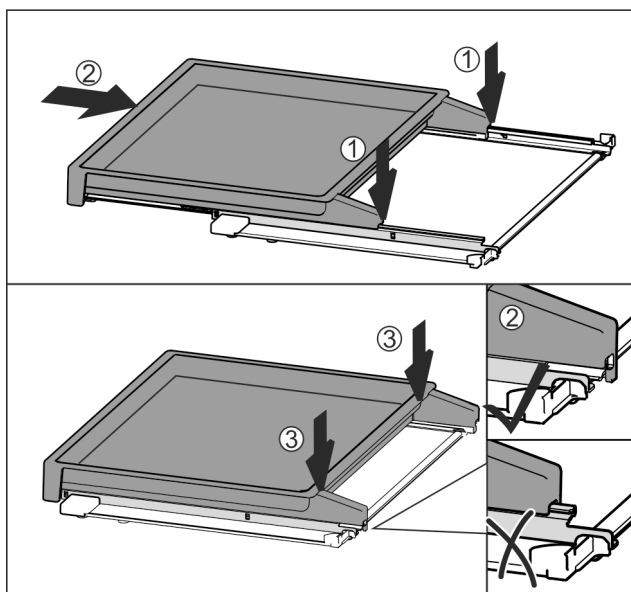

Fig. 33
- ▶ Umieścić centralnie na szynach Fig. 33 (1).
- ▶ Wsunąć całkowicie wysuwaną półkę Fig. 33 (2).
- ▶ Docisnąć z tytu, aż do słyszalnego zatrzasknięcia Fig. 33 (3).